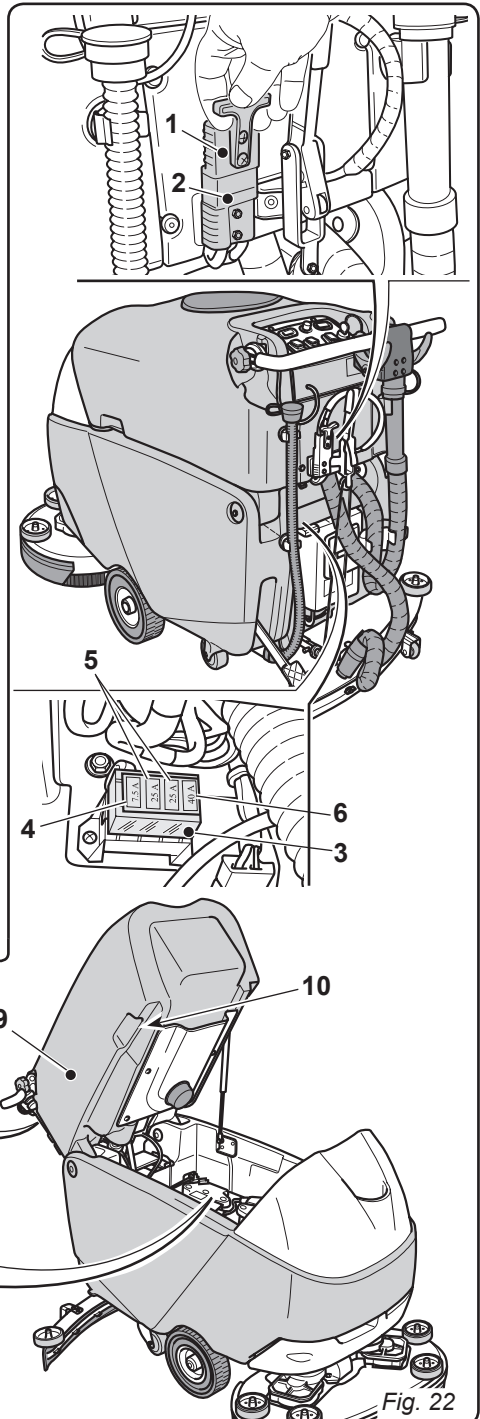

Fig. 22
10.1.g - Replacing the fuses (Fig. 22)